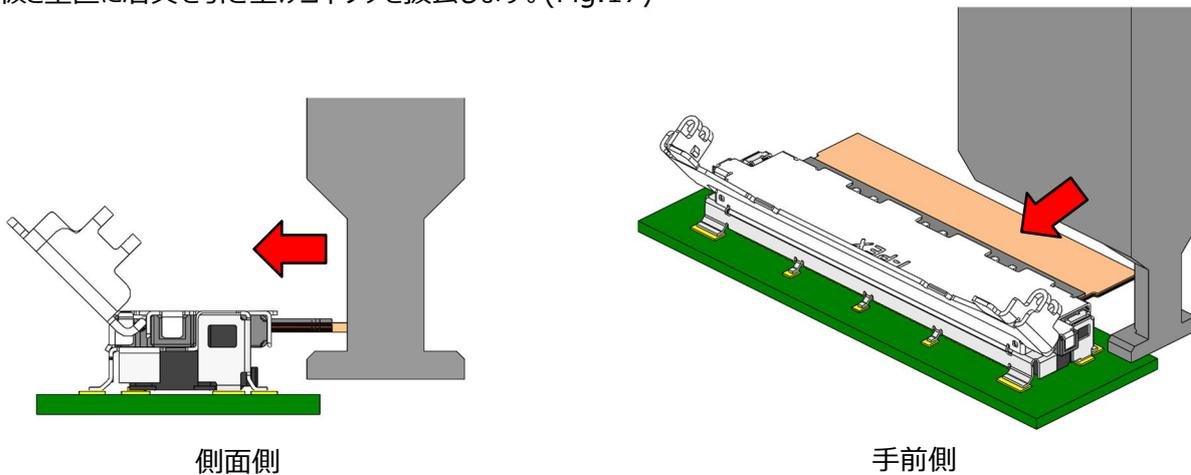

Fig.15
- ③ FPC 側から治具を基板と平行にスライドさせてコネクタへセットします。(Fig.15)